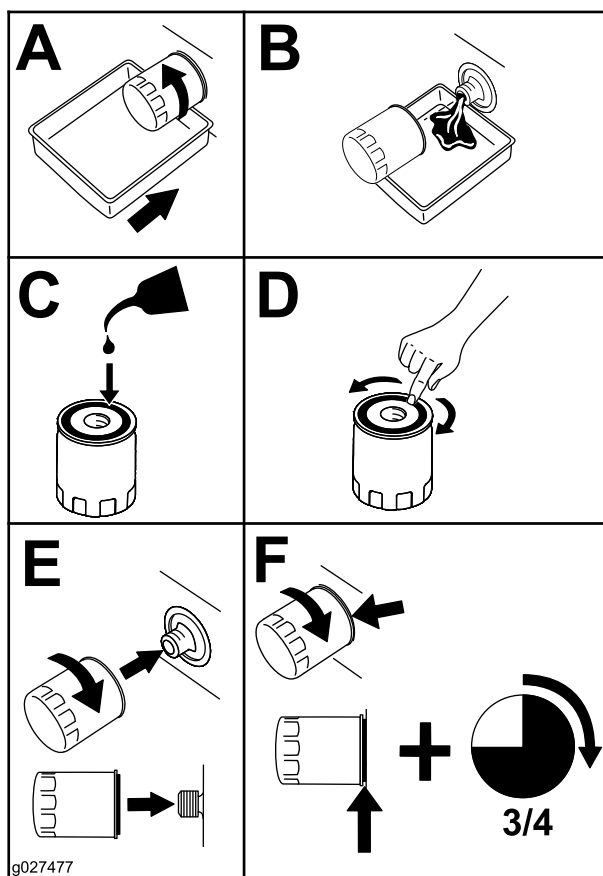

Рисунок 39
4. Замените масляный фильтр (Рисунок 39).